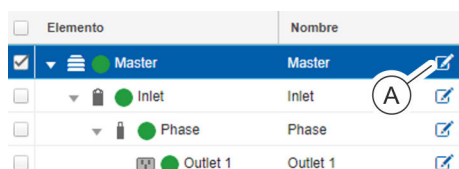

Fig. 97: Seleccionar un elemento
1. En la columna "Nombre" haga clic en el símbolo del lápiz (Fig. 97/Ⓐ) situado junto al elemento correspondiente.